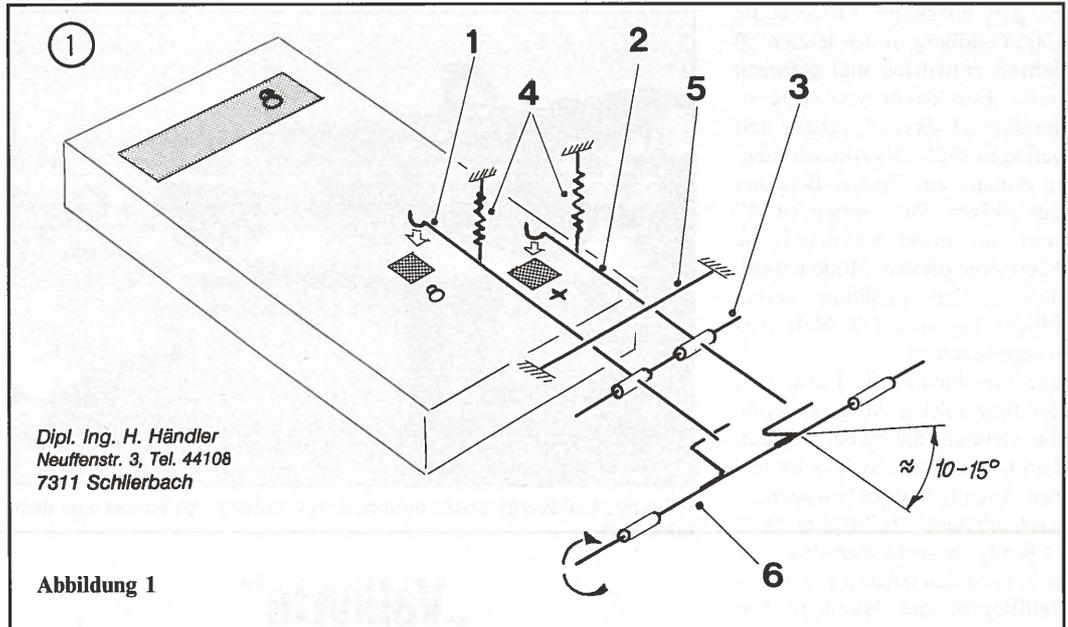

Abbildung 1
mit das Ergebnis im Anzeigenfeld erscheint. Wie sich das mechanisch bewerkstelligen läßt, zeigt die Prinzipskizze Abb. 1. Zu Abb. 1: Die Hebel (1) und (2) sind gemeinsam unabhängig voneinander auf der Achse (3) gelagert und werden jeweils durch separate Zugfedern (4) in Nullstellung bis an den Anschlagdraht (5) nach oben gezogen. Wird nun die Nockenwelle (6), mit den gegeneinander versetzten Hebeln, gedreht – z. B. durch die Antriebswelle der Aufziehmaschine – drücken die Hebel (1) und (2) abwechselnd auf die betreffenden Tasten und kehren danach wieder in die Nullstellung zurück. Es erscheint nach der ersten Umdrehung und dem Drücken der $+$ -Taste, z. B. 8, nach der zweiten 16 . . . usw. im Tastenfeld. Das Ganze ist mechanisch jedoch nur mit großem Aufwand zu lösen. Es wurde deshalb nach einer anderen, einfacheren Möglichkeit gesucht. Nach einigem Probieren ist es gelungen, den Taschenrechner der Marke Casio ML-82 so zu programmieren, daß zur Summenbildung jeweils nur **eine** Taste gedrückt werden muß. Die Programmierung geht folgendermaßen: Zuerst die Taste für die Übersetzungszahl, z. B. 8, einmal und danach die $+$ -Taste **zweimal** betätigen. Zum Zählen der Hakenumdrehungen braucht jetzt nur noch die $=$ -Taste intervallmäßig gedrückt zu werden. Dann erscheint jedesmal im